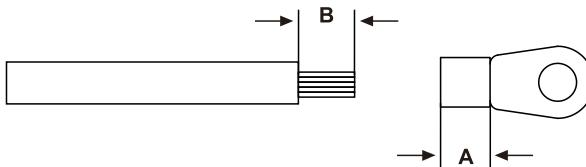

图5.7 剥线长度
- 3.利用剥线钳将接地线缆的绝缘层剥去适合的长度（如图5.7）。